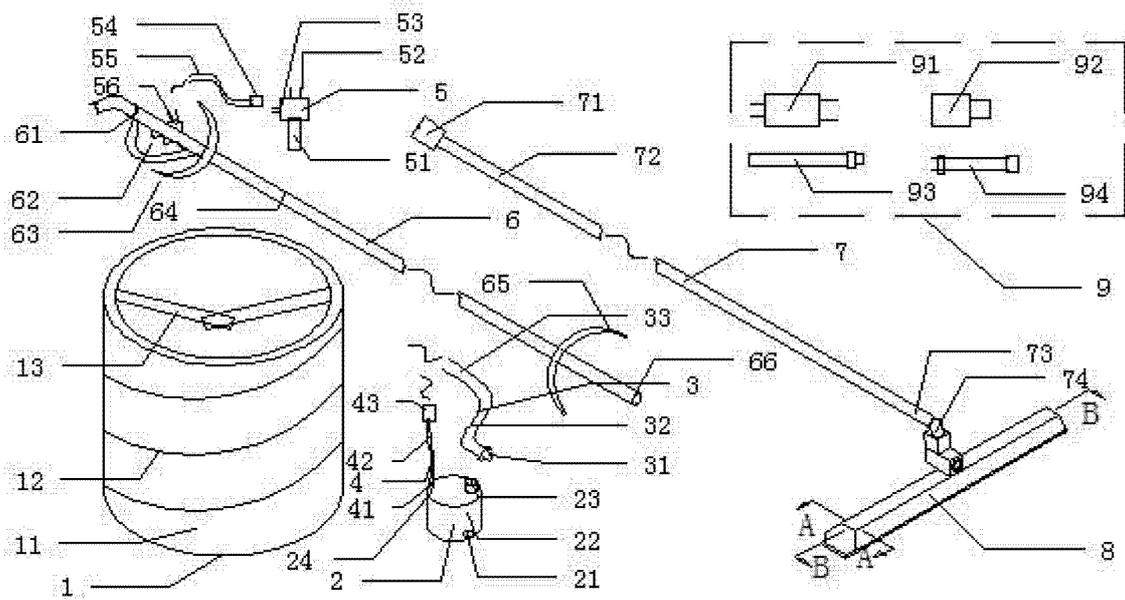
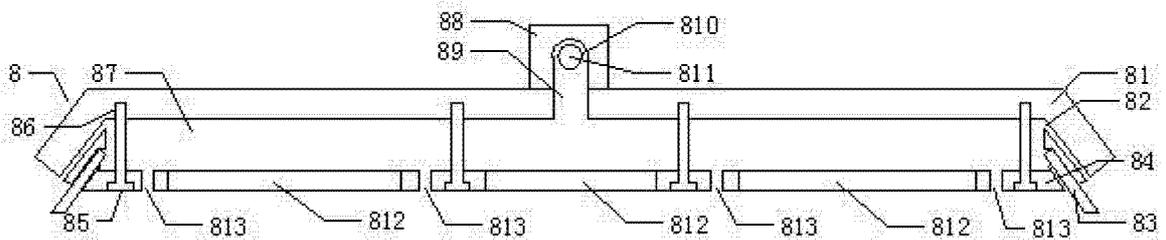

图 1
图 3
权利要求书 1 页 说明书 5 页 附图 1 页
- [0006] 图 1 是本发明的一实施例的结构示意图。
[0008] 图 3 是实施例中磁粘洗车刷 B-B 方向剖面示意图。
[0009] 本发明涉及一种洗车器,特别是涉及一种便携式洗车器。如图 1—图 3 所示:包括可压缩水桶 1、微型潜水泵 2、出水管 3、潜水泵电源线组 4、带开关的点烟器插头 5、通水硬刷杆接入管 6、通水硬刷杆 7、磁粘洗车刷 8、及选配件 9(AC/DC 电源转换器 91、水管转接头 92、加长出水管 93、加长电源线组 94)。其特征在于所述的可压缩水桶 1 有圆形布水桶 11 及周边夹装有可压缩的圆形弹簧筋 12、在圆形布水桶 11 上的一对可扣提手 13。微型潜水泵 2 有入水口 21、潜水泵体 22、出水口 23、潜水泵电源接入端 24。出水管 3 有管接头 31、水管 32、水管座 33。潜水泵电源线组 4 有电源线头 41、电源线 42、电源线座 43。带开关的点烟器插头 5 有电源输入头 51、电源输出头 52、开关接入头 53、开关线座 54、开关线 55、电源开关 56。通水硬刷杆接入管 6 有水管接入座 61、操作员把手 62、后卡架 63、硬通水杆 64、前卡架 65、刷杆接入头 66。通水硬刷杆 7 有管接卡箍 71、硬刷杆 72、硬刷杆头 73、弯头 74。磁粘洗车刷 8 有刷座体 81、刷周边喷水孔 82、刷毛条 83、梯型磁条放置盒 84、盒座合一螺杆 85、刷座螺孔 86、刷腔 87、刷杆接入座 88、刷入水口 89、直射口 810、直射口堵头 811、磁条 812、刷底喷水孔 813。其特点是可压缩水桶 1 弹起时保证充足的贮水量,一对可扣提手 13